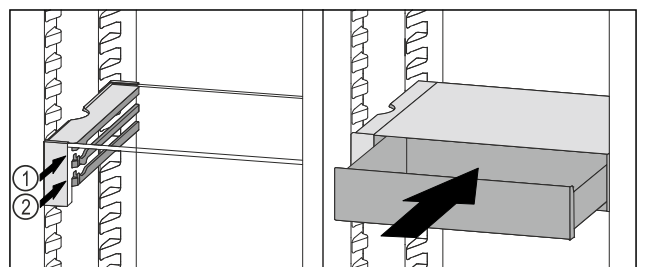

Fig. 68
- ▶ VarioSafe-Schubfach hinter den Stopperrn auf gewünschter Rippe Fig. 68 (1) oder Fig. 68 (2) aufsetzen.